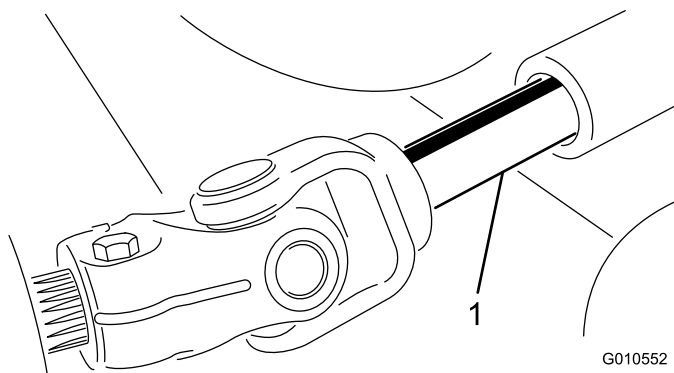

図 25
3. PTO シャフトのオスメスの接続部分を解除して、カッティングユニットをトラクションユニットから引き出す 図 25。
3. オスの PTO シャフトとメスの PTO シャフトを接続する 図 25。